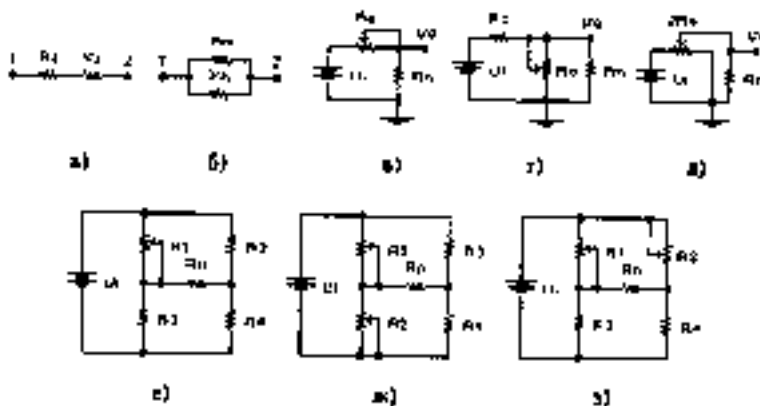

Рис. 2. Последовательная (а) и параллельная (б) схемы замещения резистивного ИП и схемы его включения (в, г, д, е, ж, з)
Резистивные ИП чаще всего выполняются с питанием на постоянном токе. При этом используются три схемы включения: последовательного включения (реостатная), схема делителя (потенциометрическая) и мостовая схема. Для последовательного включения (рис. 2, в) выходное напряжение ИП
Для схем с делителем напряжения (рис. 2, г):
нелинейной; для схем делителей она становится линейной только при $R_n \gg R_o$, однако общий недостаток — наличие постоянной составляющей — устраняется только применением мостовых схем (рис. 2, *е, ж, з*), на которых резистивные ИП имитируются переменными сопротивлениями. Выходной ток, мостовых схем при питании от источника постоянного напряжения
При питании от источника постоянного тока U_i рис. 2, *е, ж, з* заменяется на I_i
Наибольший интерес представляет мостовая цепь с дифференциальным преобразователем, для которой возможны следующие варианты: включение половин ИП в плечи R_1 и R_2 или R_1 и R_3 при питании моста от источника заданного напряжения или от источника заданного тока и использовании ИП с функцией преобразования вида $R = R_o + KX$. Для схемы на рис. 2, *е* из (4) получаем (здесь и далее принимается $R_1 = R_2 = R_3 = R_4 = R_o$):